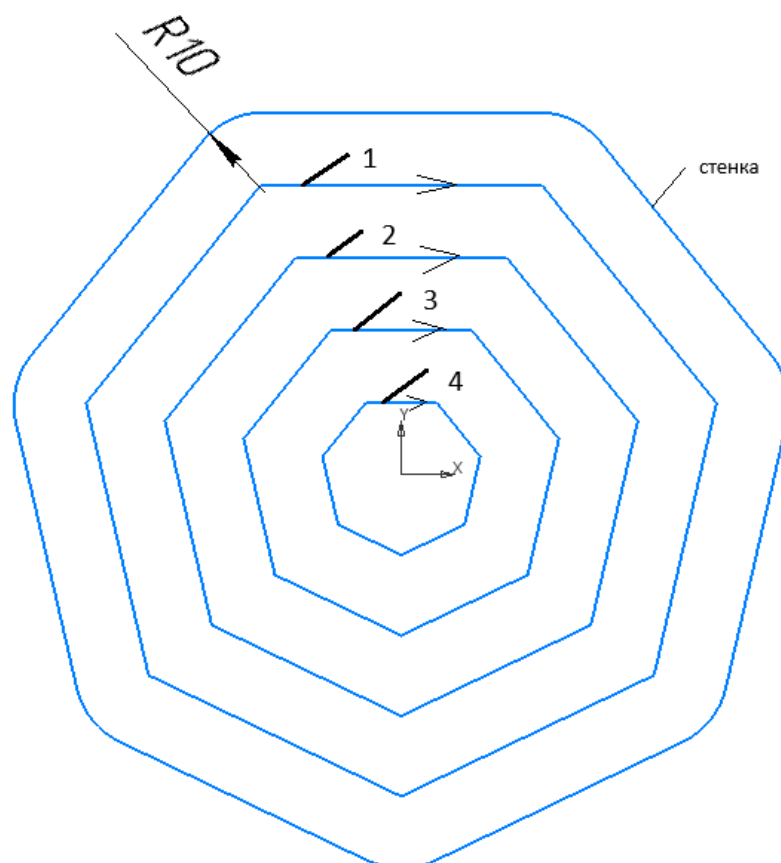

Рис. 6
На вертикально-фрезерном станке концевой фрезой (1) диаметром 20 мм фрезеруется композитная деталь (2) для крышки привода, представляющая собой в плане прямоугольник с правильной семиугольной выемкой со скругленными углами, радиус скругления 10 мм (рис 5). Фреза последовательно проходит по траекториям (1), (2), (3), (4) без скруглений (рис. 6). Траектория (1) представляет из себя правильный семиугольник с диаметром описанной окружности  $d_1=80$  мм. Траектория (2) – правильный семиугольник с диаметром описанной окружности  $d_2=60$  мм. Траектория (3) – правильный семиугольник с диаметром описанной окружности  $d_3=40$  мм. Траектория (4) – правильный семиугольник с диаметром
Для перемещения и установки деталей на станок применяется робот-манипулятор. Рука такого робота представляет собой двухзвенный механизм. Координаты положения точки **A** робота, заданные в декартовой системе координат показаны на рис. 6. Робот работает только в плоскости XY. Требуется определить обобщенные координаты звеньев руки робота  $\varphi_1$  и  $\varphi_2$ , требуемые для обеспечения такого положения точки **A**.